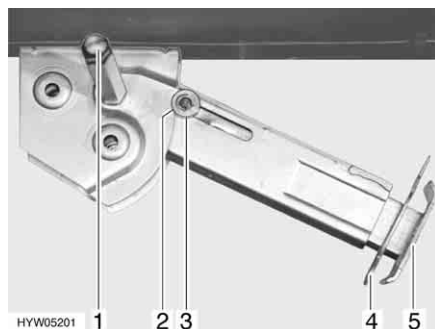

Fig. 29 Piedino di stazionamento
- Inserire la chiave a tubo nell'esagonale (Fig. 29,1) e ruotare fino a quando il piedino di stazionamento non si trova in posizione verticale verso il basso.
- Estrarre la copiglia (Fig. 29,4) dal prolungamento dell'estremità del piedino (Fig. 29,5).
- Inserire la chiave a tubo nell'esagonale (Fig. 29,1) e ruotare fino a quando il piedino di stazionamento non si stacca dal terreno.
- Spingere completamente all'interno il prolungamento dell'estremità del piedino (Fig. 29,5) e inserire la copiglia (Fig. 29,4) nel foro apposito.
- Ruotare la chiave a tubo nell'esagonale (Fig. 29,1), fino a quando il piedino di stazionamento non è sollevato verso l'alto e la guida (Fig. 29,3) è rientrata totalmente nell'intaglio (Fig. 29,2).